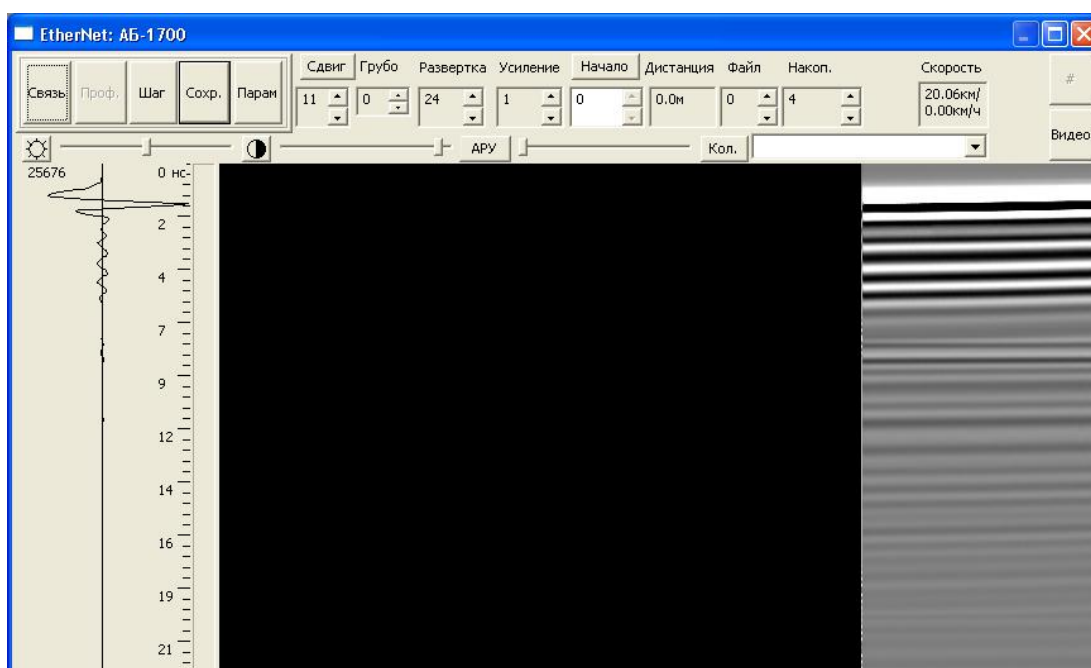
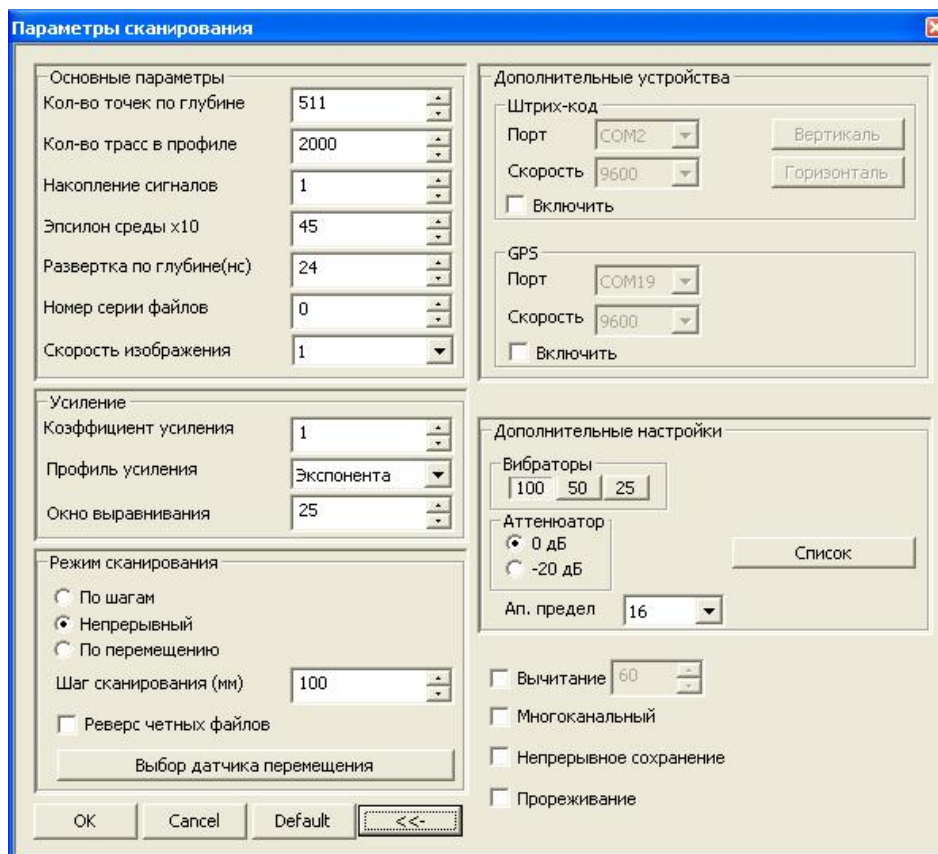
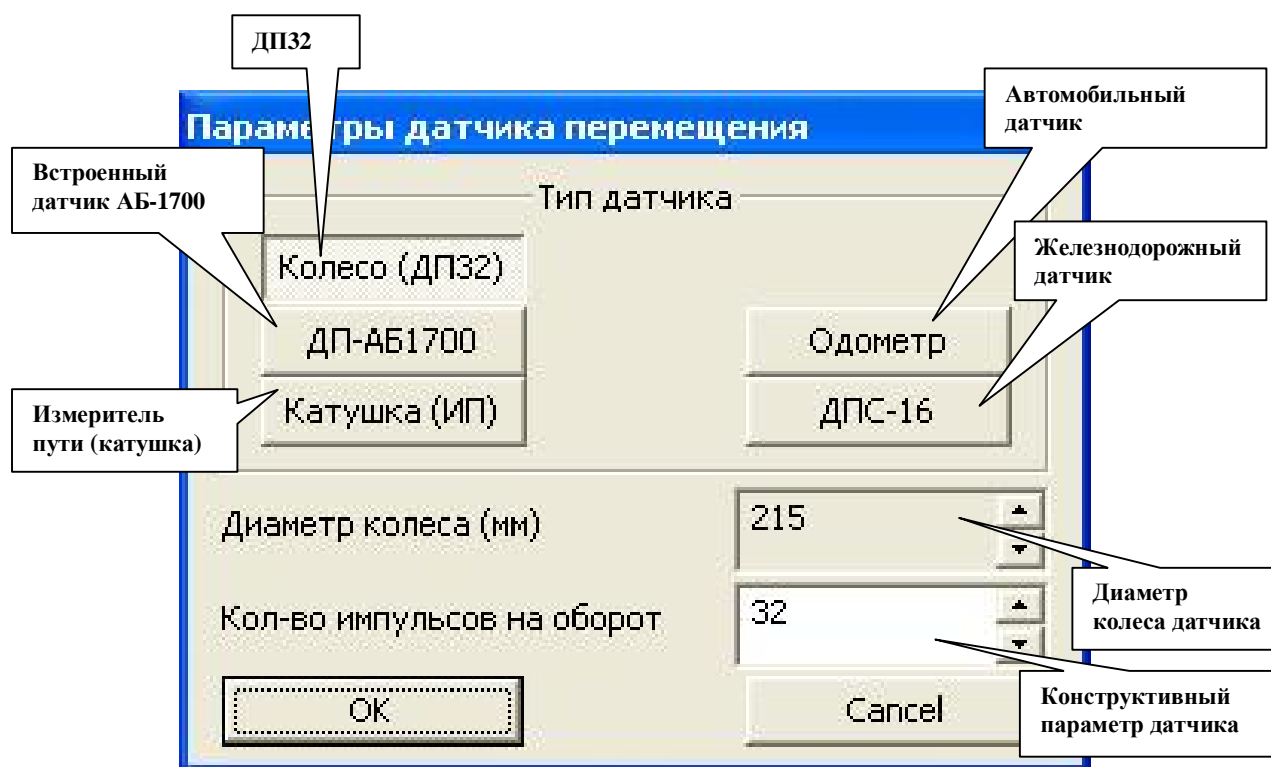

Рисунок 2.1.7. Окно сканирования программы Геоскан
Рисунок 2.1.8. Параметры измерений
Рисунок 2.1.9. Окно выбора датчика перемещения.
8. После запуска режима на экране откроется окно сканирования (рисунок 2.1.7);
После включения георадара важно правильно установить параметры зондирования. Большинство этих параметров изменяются в окне «Параметры сканирования» (рисунок 2.1.8), открываемом кнопкой «Парам» (рисунок 2.1.7) или клавишей «P» на клавиатуре. Некоторые из параметров продублированы в окне модуля измерений. Все вносимые изменения сохраняются при выходе из программы. Ниже приведено краткое описание и разъяснения по каждому параметру, а так же представлена таблица, в которой указаны параметры, рекомендуемые специалистами предприятия-изготовителя.
Режим, используемый при работе с датчиком перемещения. Окно «Параметры датчика перемещения» вызывается нажатием кнопки «Датчик перемещения» (рисунок 2.1.8). В окне выбрать используемый датчик, при этом происходит автоматическое изменение параметров (рисунок 2.1.9).